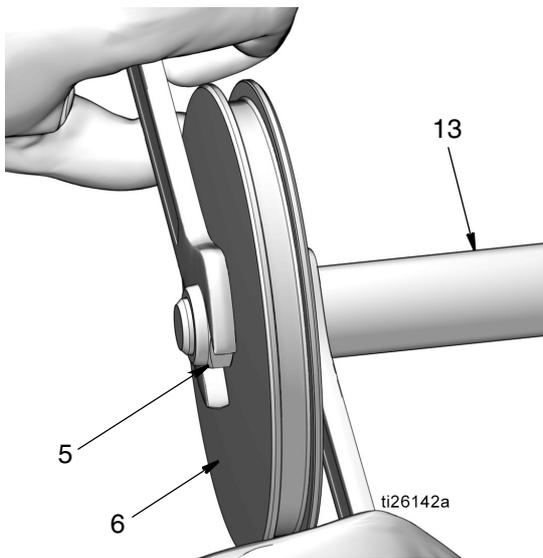

FIG. 51
- d. Installare il dado (5) sull'estremità dell'asta del pistone (13). Utilizzare due chiavi lavorando in direzioni opposte per serrare il dado. Utilizzare una chiave aperta sulle superfici piane dell'asta del pistone e la seconda chiave per serrare il dado (5) come mostrato in FIG. 51.